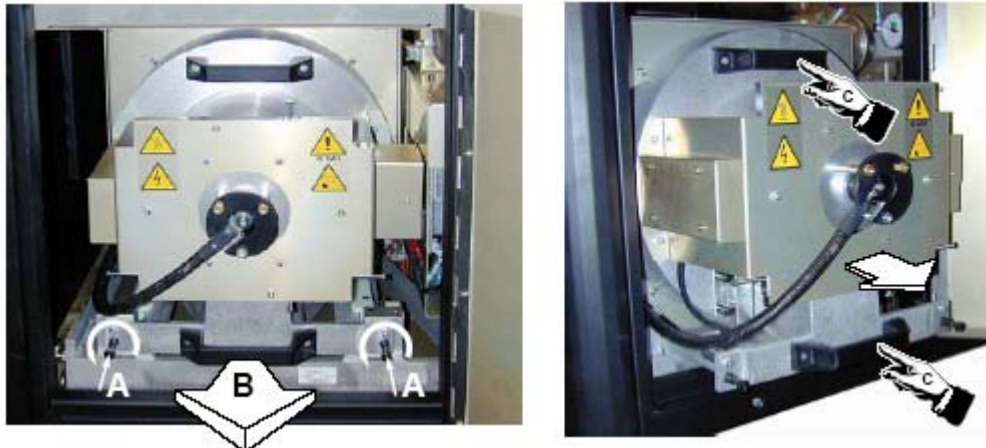

图 7-2 灯箱的卸除
2. 抓住灯组件底部的手柄(B)，将它部分取出数字放映机主框架的基座。（图7-2）